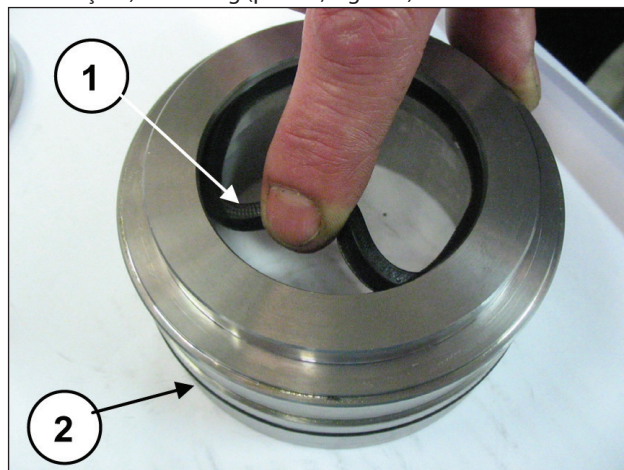

Fig. 169
Insira a junta de baixa pressão no suporte das fitas isolantes (pos. ①, Fig. 169) prestando atenção no sentido de montagem que prevê as bordas de estanqueidade para frente (em direção ao cabeçote) e o O-ring (pos. ②, Fig. 169).